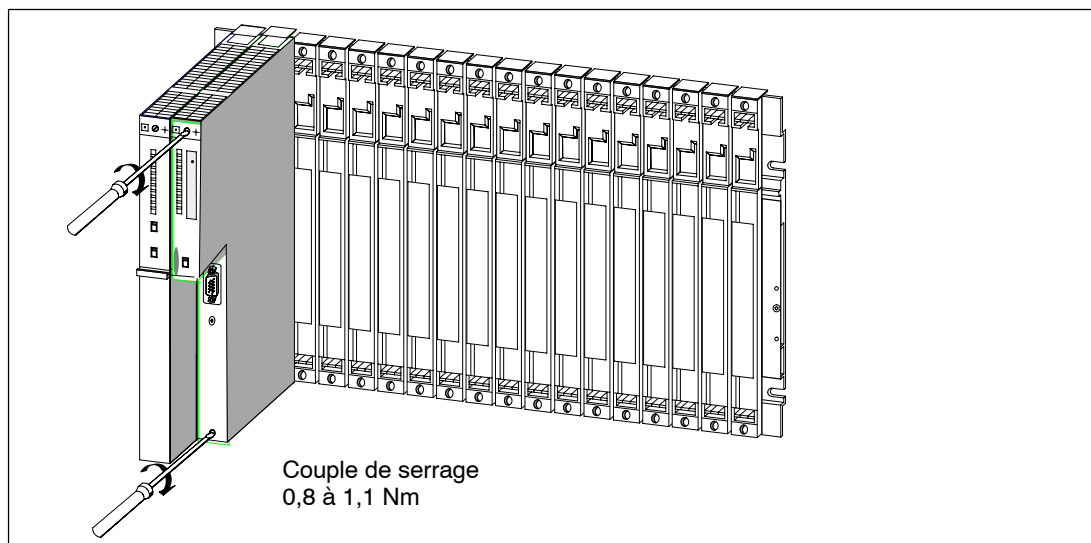

Figure 2-5 Vissage des modules au châssis
5. Vissez le module en haut et en bas avec un couple de serrage de 0,8 à 1,1 Nm (voir figure 2-5). S'il s'agit d'un module de triple largeur, fixez-le en haut et en bas avec respectivement 2 vis.